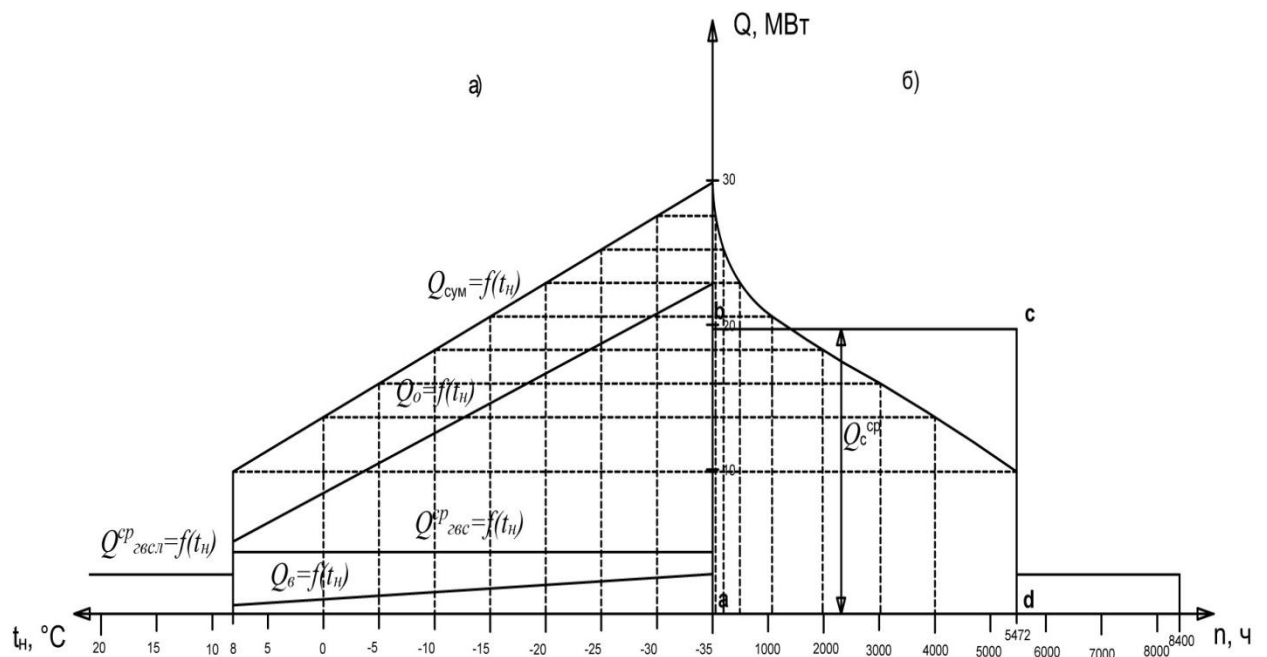

Рис. 1. Графики теплового потребления:
3. На графике (рисунок 1) откладываем значения  $Q_o^{\text{от}}$ ,  $Q_v^{\text{от}}$  при температуре  $t_n = +8^\circ\text{C}$  а также значения  $Q_{o\text{max}}$ ,  $Q_{v\text{max}}$  при  $t_n = t_{\text{нро}} = -35^\circ\text{C}$  и соединив их прямой, получим графики  $Q_o = f(t_n)$  и  $Q_v = f(t_n)$ . График среднечасового расхода теплоты на горячее водоснабжение не зависит от температуры наружного воздуха и будет представлять собой прямую, параллельную оси абсцисс с ординатой 4,27 МВт для отопительного периода и с ординатой 2,73 для неотапительного периода. График суммарного часового расхода теплоты на отопление, вентиляцию и горячее водоснабжение  $Q_{\text{сум}} = f(t_n)$  строим путем сложения соответствующих ординат при  $t_n = +8^\circ\text{C}$  и  $t_{\text{нро}} = -35^\circ\text{C}$ .
4. График по продолжительности тепловой нагрузки (рис. 1, б) строится на основании суммарного часового графика. Из точек на оси температур (+8÷-35) восстанавливаем перпендикуляры до пересечения с линией суммарного часового графика и из точек пересечения проводим горизонтальные прямые до пересечения с перпендикулярами, восстановленными из точек на оси продолжительности, соответствующих данным температурам. Соединив найденные точки плавной кривой, получим график по продолжительности тепловой нагрузки за отопительный период в течение 5472 часов. Затем проведем прямую, параллельную оси абсцисс с ординатой равной 2,73 МВт до расчетной продолжительности работы системы теплоснабжения в году равной 8400 часов и получим график по продолжительности тепловой нагрузки для неотапительного периода. По оси абсцисс графика продолжительности сезонной тепловой нагрузки построим равновеликий прямоугольник abcd, его высота будет равна среднему расходу теплоты за отопительный сезон,  $Q_c^{\text{ср}}$ . По графику (рис. 1) значение  $Q_c^{\text{ср}}$  будет составлять 19,7 МВт.